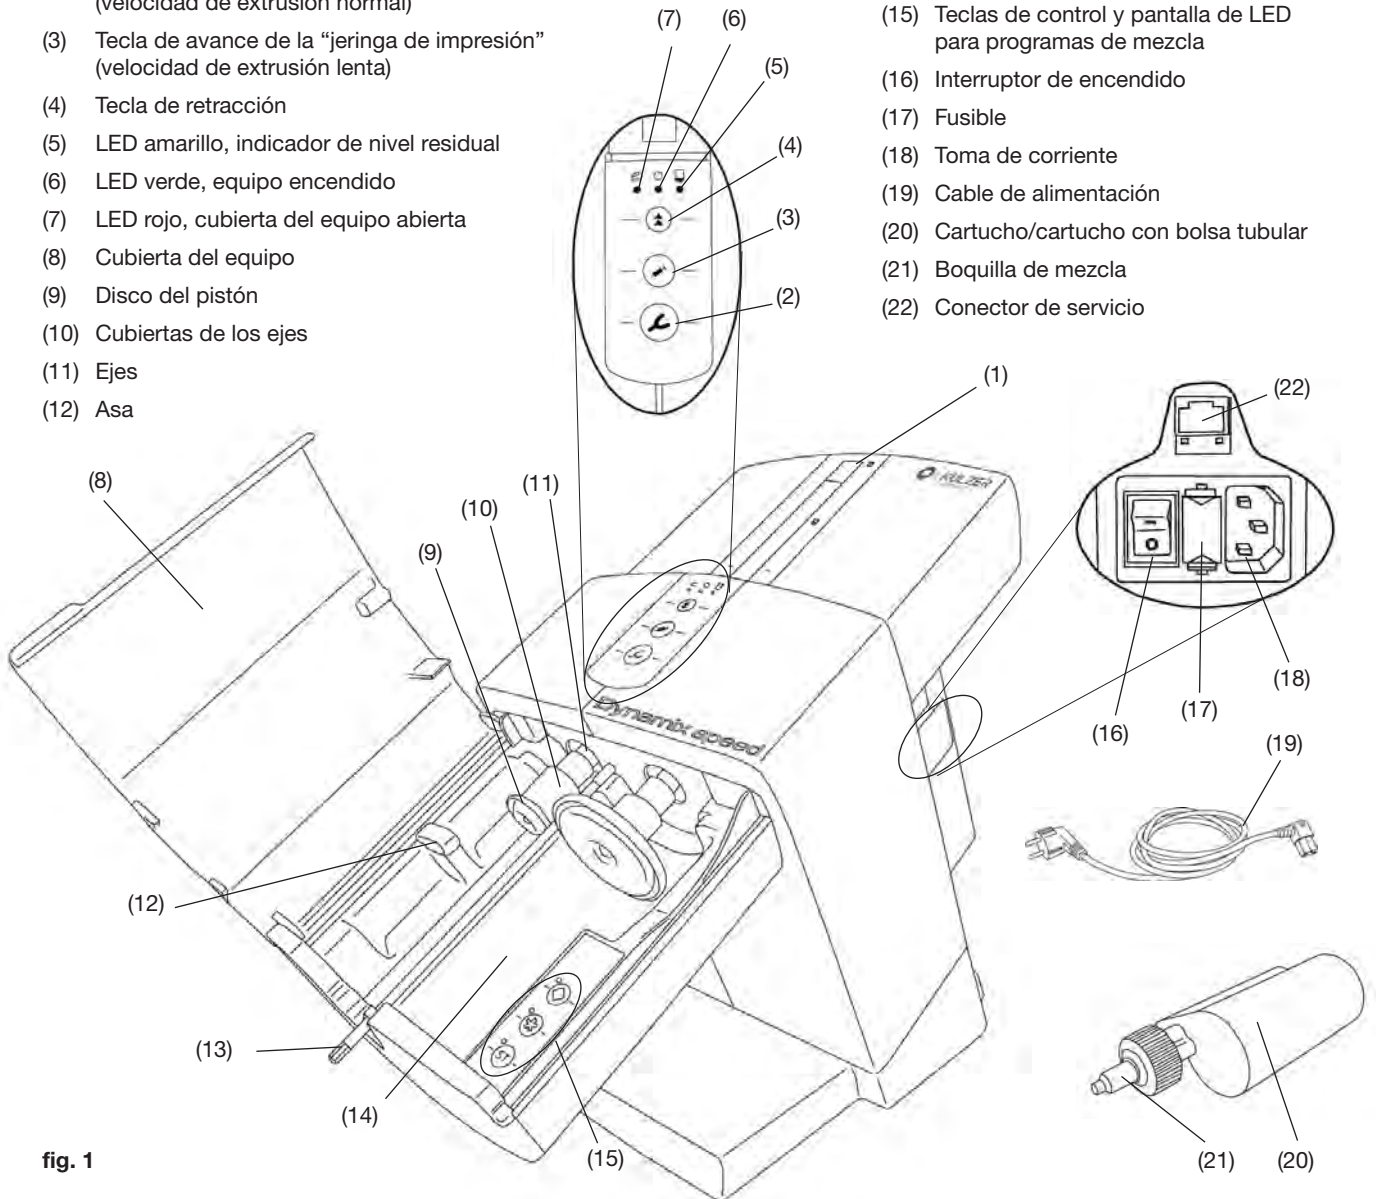

fig. 1
- Conecte el cable de alimentación (19, fig. 1) suministrado a la toma de corriente (18).
- Encienda el equipo con el interruptor de encendido (16).
- Pulse la tecla de retracción (4).
- El pistón (9, fig. 1) se retrae hasta su posición inicial y se detiene.
- Abra la cubierta del equipo (8, fig. 1).
- Retire la sujeción para el transporte (23).
El cartucho solo puede instalarse o sustituirse si ambos pistones (9, fig.1) se encuentran en su posición inicial.
- Cierre la cubierta del equipo (8, fig. 1).
- Coloque el cartucho (20) en el equipo. Asegúrese de que el cartucho está encajado en su sitio por debajo del asa (12).
- Seleccione el programa de mezcla (15) y consulte el apartado 5.1.1. Sobre el cartucho encontrará información acerca del programa de mezcla en forma de símbolo de “asterisco” * o “diamante” ◆.
La cubierta no se cerrará si el cartucho no se ha instalado correctamente. El LED de color rojo que indica que la cubierta está abierta (7, fig. 1) permanece encendido hasta que esta se cierra correctamente.
- Jeringa de impresión (3), velocidad de extrusión lenta.
- La columna de mezcla se activa para permitir que el extremo hexagonal (13, fig. 1) entre en la boquilla de mezcla.